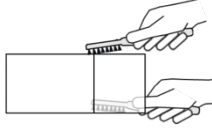

Bild 4: Zylinder mit der Bürste reinigen
- Reinigen Sie jetzt mit der Bürste das Gewinde des Zylinders (**Bild 4**).